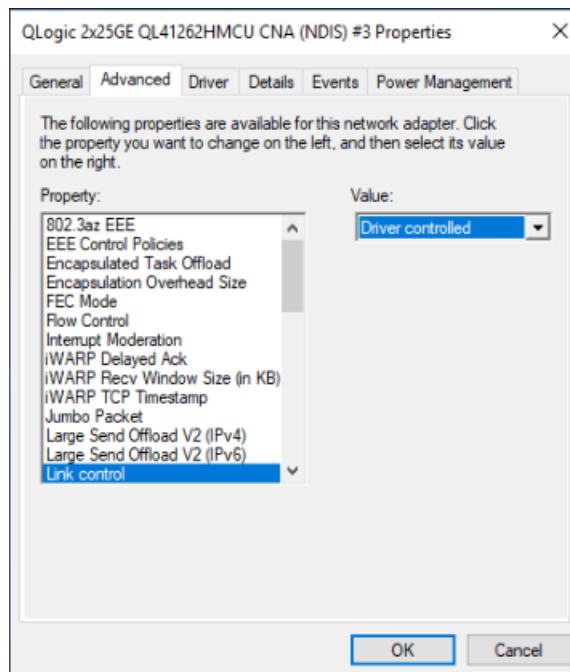

Ilustración 3-11. Establecer el modo Driver Controlled (Controlador controlado)
- El modo **Driver Controlled** (Controlador controlado) debe establecerse si desea realizar la configuración del enlace en la pestaña Advanced (Avanzado) del Device Manager (Administrador de dispositivos) (tal como se muestra en la Ilustración 3-11).
Esta configuración es efectiva solo si la propiedad de control de enlace está establecida en Driver controlled (Controlador controlado) (consulte la Ilustración 3-11).
Consulte la Ilustración 3-11 para obtener un ejemplo.